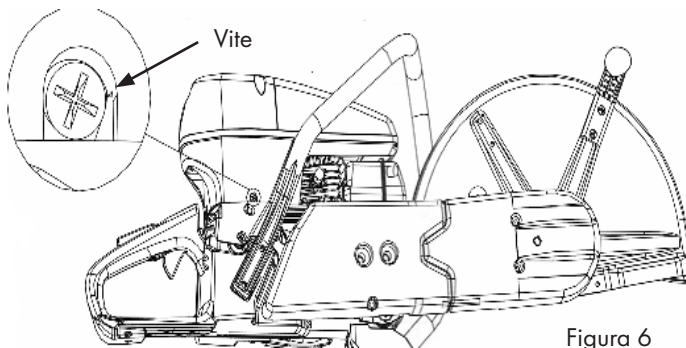

Figura 6
- Non tagliare mai con il segmento mostrato nella Figura 6.